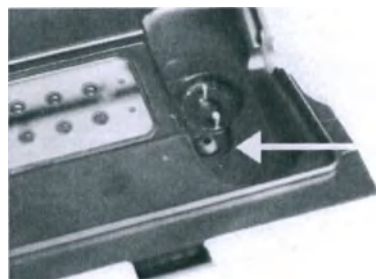

Рис.7-20 Вход/Выход газа
1. Откройте крышку измерительного блока. Извлеките порт входа/выхода газа чёрного цвета с помощью зажима или щипцов (Рис.7-20). Выбросьте старую часть.